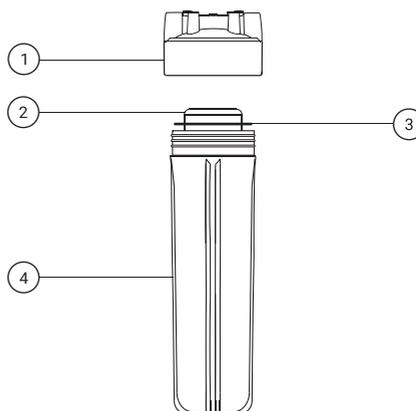

Рис. 15
2. При помощи ключа (входит в комплект поставки) отверните колбу (поз. 4, рис. 15) и замените картридж (поз. 2, рис. 15). Осторожно, в колбе может находиться вода!
3. Уплотнительное кольцо (поз. 3, рис. 15) перед повторной установкой смажьте силиконовой смазкой (не герметиком) или вазелином для более равномерного уплотнения колбы.
4. Наверните колбу (поз. 4, рис. 15) с картриджем на крышку (поз. 1, рис. 15) и подтяните ее ключом. Включите электропитание. Откройте подачу воды на фильтр.